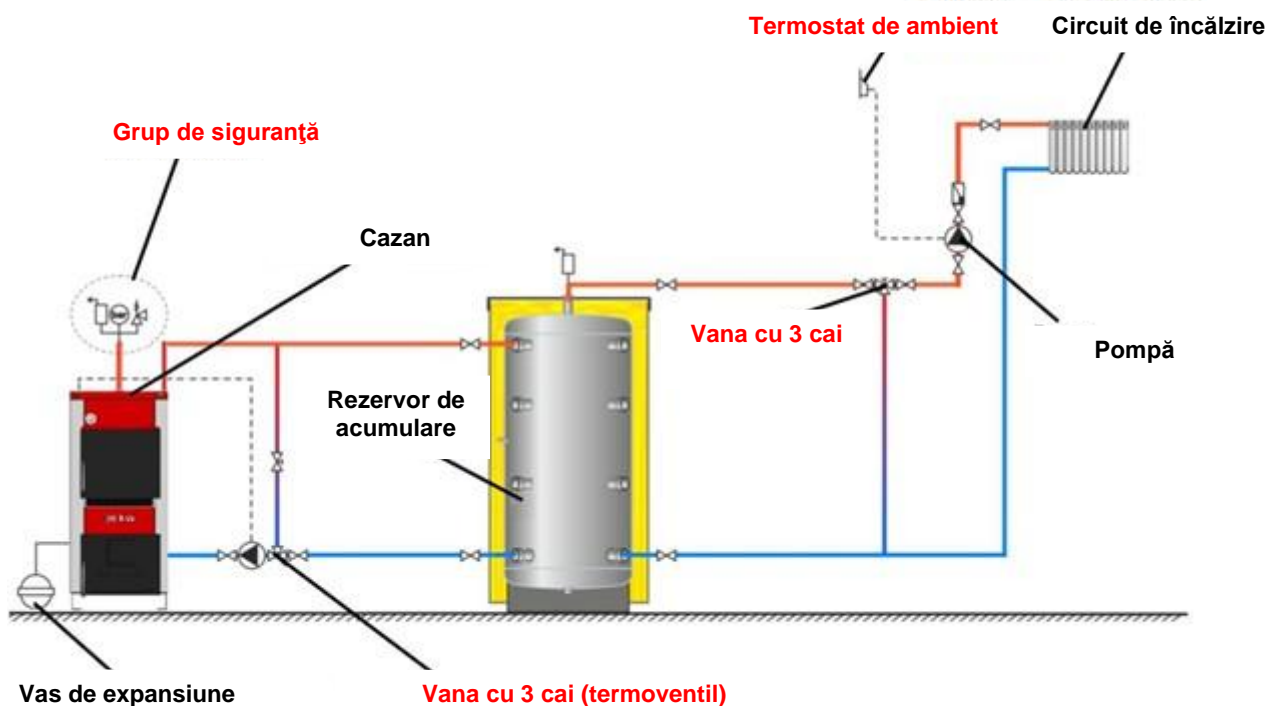
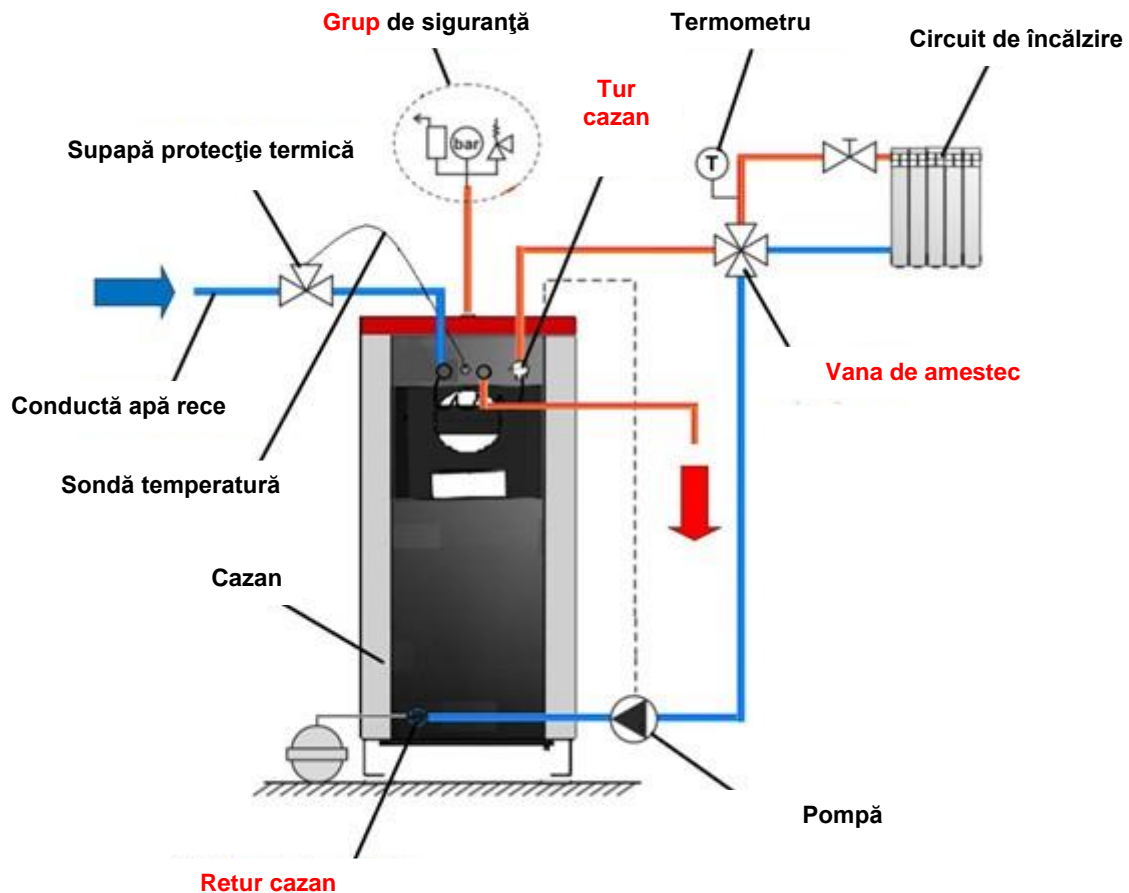

Figura 7. Montarea cazanului DOMINUS într-un sistem închis de încălzire centrală
Figura 8. Diagramă de montare a supapei termice cu racorduri de $\frac{3}{4}$ "
În sistemul închis de încălzire (exemplele din Figura 7 și Figura 8) este necesară instalarea unei supape de siguranță certificate cu o presiune de deschidere de 2,5 bari și a unui vas de expansiune cu membrană. Supapa de siguranță și vasul de expansiune trebuie instalate în conformitate cu regulile în vigoare referitoare la acestea și nu trebuie să existe elemente care să blocheze accesul agentului termic între supapa de siguranță sau vasul de expansiune și cazan.
Presiunea apei în sistemul de alimentare cu apă trebuie să fie de cel puțin 2 bari. Supapa de protecție termică și registrul de protecție termică trebuie monitorizate și întreținute după cum este necesar. Modul de instalare a protecției termice a cazanului realizată pentru sisteme închise este ilustrată în figura 8.
- unui echipament ca în figura 7 sau 8 în cazul în care cazanul este instalat într-un sistem închis de încălzire,
Pentru controlul temperaturii din cazan, aveți grijă să asigurați instalarea pe cazan a unui regulator pentru canalul de fum (v. Figura 1). Piedica regulatorului trebuie reglată în așa fel încât temperatura din cazan să nu depășească 85-90°C (când este complet închis) și să nu scadă sub 65°C la ardere normală. Sistemul de pompă trebuie să fie conectat printr-un sistem separat de control al pompelor sau prin simpla instalare a unui termostat de conductă pe scurgerea de apă caldă care va pompa apă la temperaturile selectate (v. Figura 8).